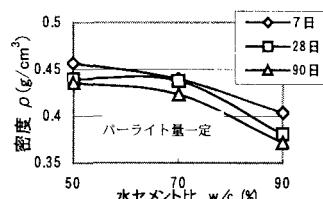
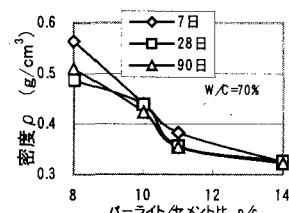

図3 水セメント比と密度の関係
図4 P/Cと密度の関係
4.2 密度 W/Cと密度の関係を図3に示す。W/Cが大きくなるほど密度は減少した。またパーライト/セメント比(P/C)と密度の関係を図4に示す。パーライト量が増大すると密度は減少した。